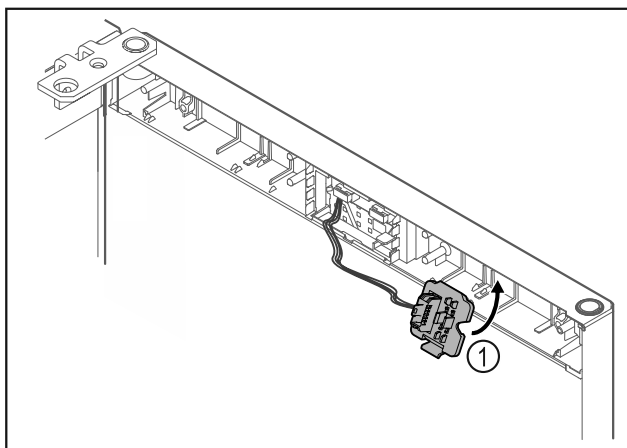

Fig. 17
- ▶ Stekkerhouder Fig. 17 (1) aan tegenoverliggende zijde vergrendelen.